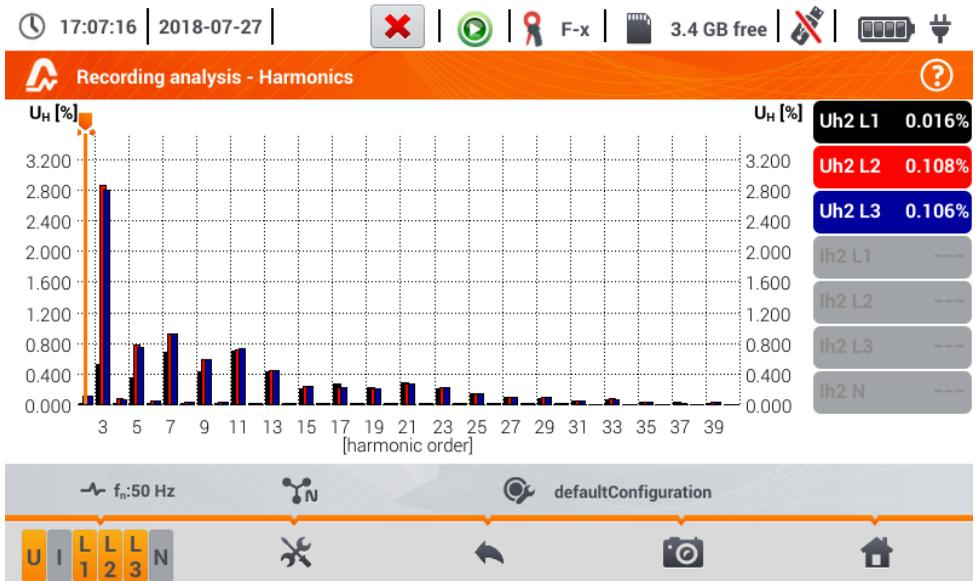

Fig. 5.23. Live Modus - Oberschwingungen - Balkendiagramm
Wird wie in **Abschn. 5.8** Schritt ③ das  Symbol ausgewählt, erscheint folgende Ansicht Fig. 5.23. Bestandteile dieser sind der Graph, den Bezeichnungen rechts und dem Funktionsmenü. In dieser Ansicht können die Oberschwingungen von Spannung und Strom, die Winkel zwischen den Spannungs- und Stromoverschwingungen, $\cos\phi$ Faktoren dieser Ströme und THD Faktoren. Die Oberschwingungen werden graphisch als Balkengraphen (Standard) oder in einem Diagramm dargestellt.